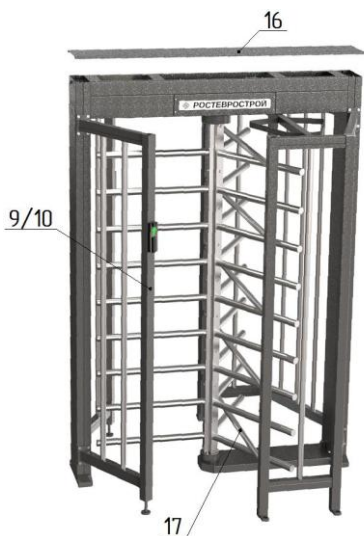

Рис. 6
5. Окончательная сборка (рис.6, 7):
- установите на место крышку **16** (выполнить после подключения турникета и, при необходимости, проведения режима калибровки) и закрепите винтами М4 (рис.6, 7).